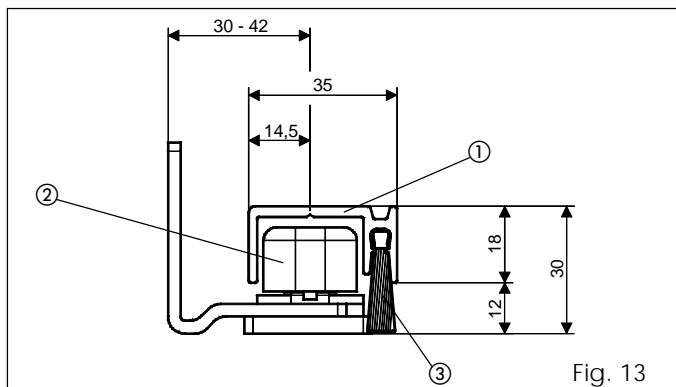

Fig. 13
- Assembler les patins en tenant compte des cotes reportées dans les fig. 13 et 15.